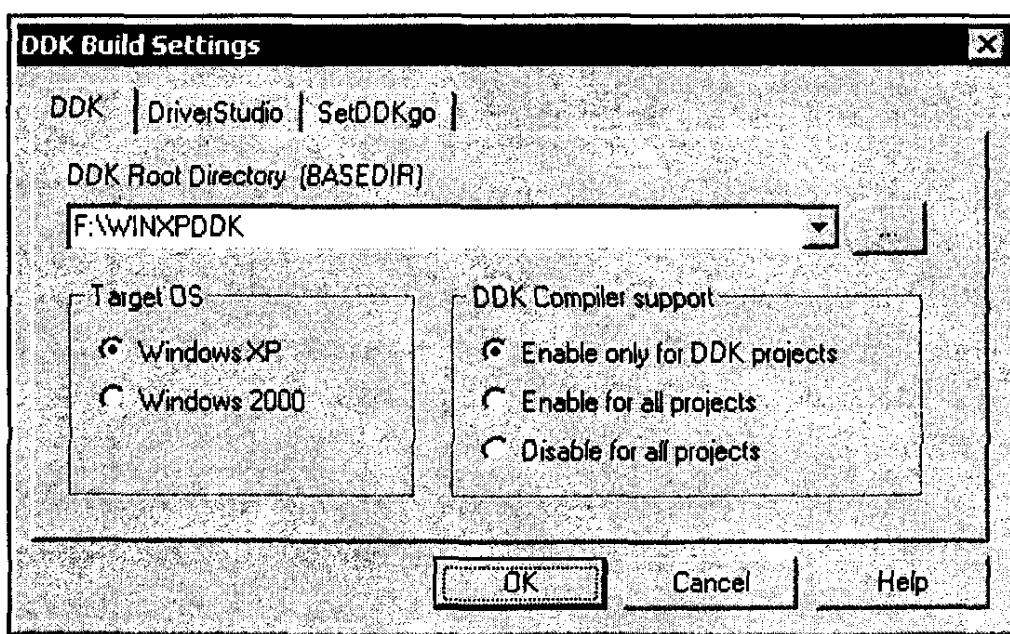

Рис. 14.2. Настройка переменных Driver Studio
- Настройку переменных DS можно провести прямо из среды VS, нажав третью кнопку в меню (рис. 14.2).